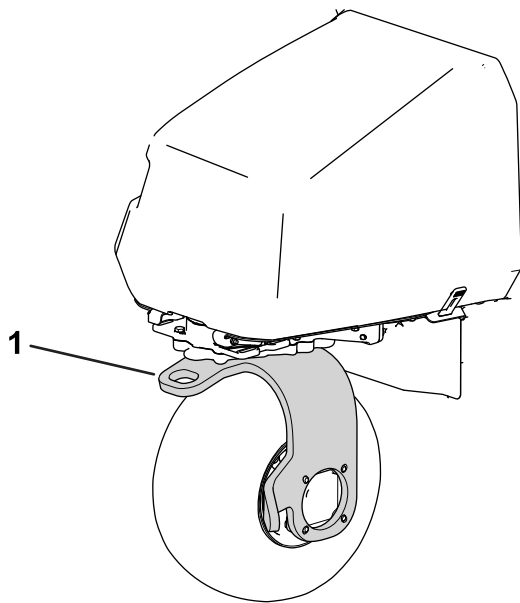

Bild 38
11. Verwenden Sie die hintere Laufradgabel zum Abschleppen der Maschine (Bild 38).